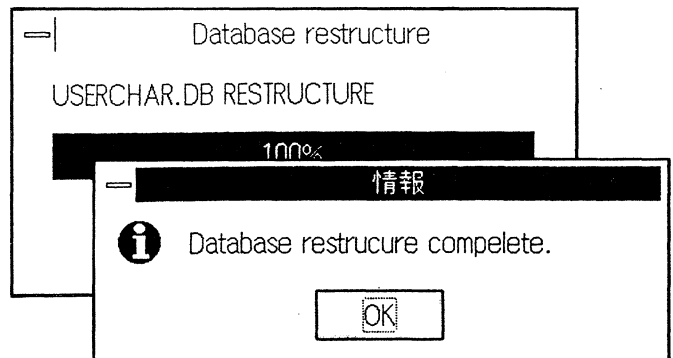

図10.3
- ③「OK」のボタンをクリックするとデータの再構成を開始し終了すると図10.3のように「Database restructure complete.」が表示されます。
- ④以上でデータベースファイルの容量が最小化されます。